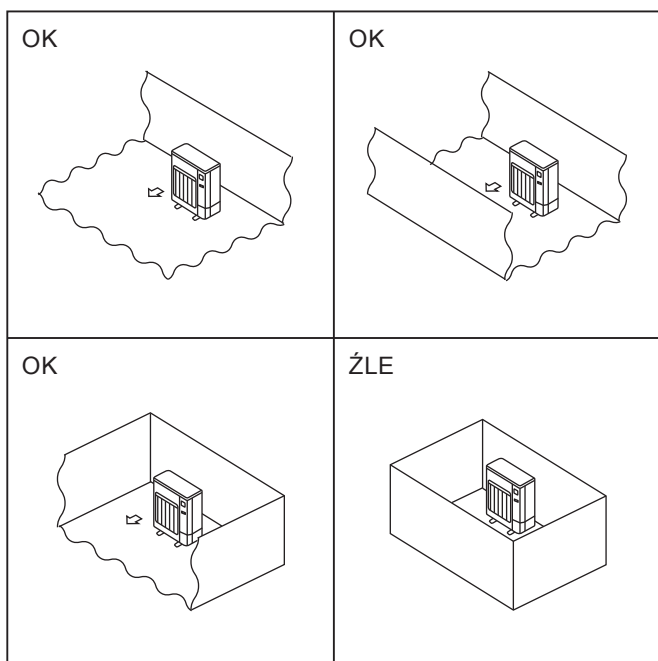

Fig. 2-1
- ⊙ Jednostki zewnętrzne należy montować w miejscach, które są otwarte z co najmniej jednej z czterech stron i oferują dostatecznie dużą powierzchnię bez zagłębień. (Fig. 2-1)